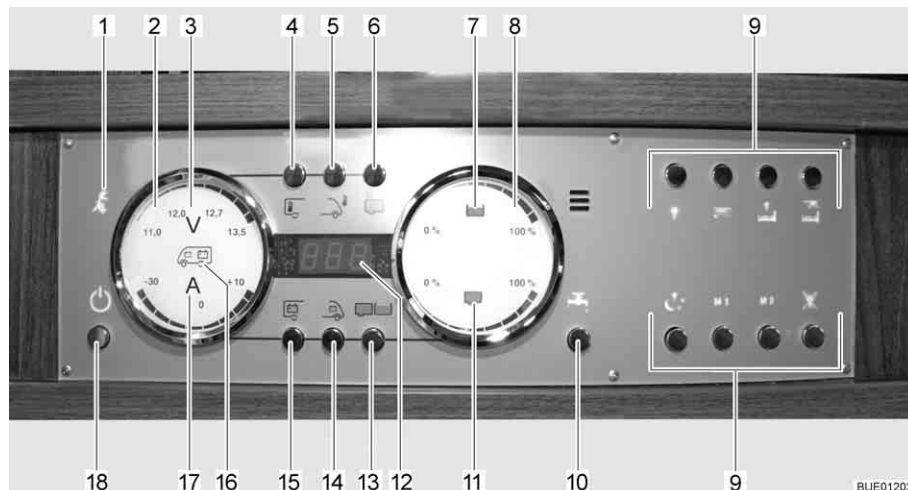

Bild 137 Panel LT 510
230 V-kontrollampan (Bild 137,1) lyser när nätspänningen ligger på el-blockets ingång.
Med huvudbrytaren 12 V (Bild 137,18) kopplas panelen och bodelens 12 V-försörjning till eller från.
- Tryck kort på knappen 12 V-försörjning (Bild 137,18). 12 V-försörjningen för bodelen är påslagen. Kontrollampan "12 V" lyser.
- ▷ Efter aktivering av försörjningen: om lysdioden "11,0" för voltindikeringen samt symbolen volt "V" (Bild 137,3) på indikeringsinstrumentet för batterierna (Bild 137,2) blinkar är bodelsbatteriets spänning för låg. Ladda batteriet.
- ▷ Efter aktivering av försörjningen: om kontrolllampan "12 V" och symbolen volt "V" (Bild 137,3) blinkar tre gånger är batterifrånkopplingen aktiverad. Avaktivera batterifrånkopplingen.
- Tryck kort på knappen 12 V-försörjning (Bild 137,18). 12 V-försörjningen för bodelen är avstängd. Kontrolllampan "12 V-försörjning" slocknar.
- Tryck på knappen bodelsbatteri (Bild 137,15) och håll den intryckt i ca 10 sekunder. Symbolen volt "V" (Bild 137,3) och kontrolllampan "12 V" blinkar tre gånger. Bodelsbatteriet är frånkopplat från 12 V-nätet.
- Tryck på knappen 12 V-försörjning (Bild 137,18) och håll den intryckt i ca 5 sekunder. Symbolen volt "V" (Bild 137,3) och kontrolllampan "12 V" blinkar tre gånger. Bodelsbatteriet är anslutet till 12 V-nätet. Kontrolllampan tänds efter ca 5 sekunder.
- Tryck på knappen bodelsbatteri (Bild 137,15). Symbolen volt "V" (Bild 137,3) lyser. Symbolen ampere "A" (Bild 137,17) är vit eller röd beroende på laddning eller urladdning. Batterispänningen och strömmen för bodelsbatteriet visas via lysdioderna på indikeringsinstrumentet.
- Tryck på knappen startbatteri (Bild 137,14). Symbolen volt "V" (Bild 137,3) lyser. Startbatteriets spänning visas via lysdioderna på indikeringsinstrumentet.
- Tryck på knappen tank (Bild 137,13). Symbolerna vattentank (Bild 137,7) och avloppstank (Bild 137,11) lyser. Nivån i vattentanken (övre skala) och i avloppstanken (nedre skala) visas via lysdioderna på indikeringsinstrumentet.
**Tanklarm** Symbolen vattentank (Bild 137,7) eller symbolen avloppstank (Bild 137,11) blinkar när vattentanken är tom eller när avloppstanken är full.
Via den digitala indikeringen (Bild 137,12) kan innetemperaturen och utetemperaturen avläsas.